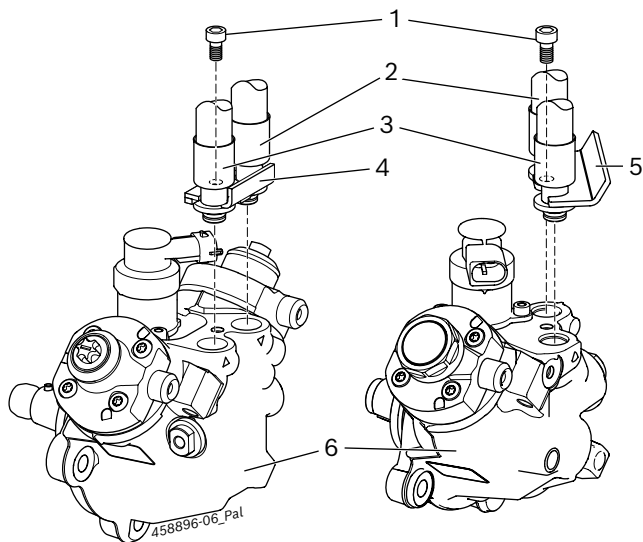

Fig. 4: Testkobling CP4 med holdevinkel
! For testoljetilkobling av CP4 må en bruke de pumpespesifikke slangeledningene 1 680 712 351 eller 1 680 712 352. Med pumpespesifikk holdevinkel 1 681 038 392 (fig. 4, pos. 4) eller holdevinkel 1 681 038 430 (fig. 4, pos. 5) og den innvendige sekskantskruen M6 x 12 (fig. 4, pos. 1) festes slangeledningen på CP4. Slangeledningene, holdevinkelen og den innvendige sekskantskruen er inkludert i leveringsomfanget til delesett 1 687 016 125.
1. Koble til slangeledningen for testoljetilførsel (fig. 4, pos. 2) på tilførselsslangen til CP4.
2. Koble til slangeledningen for testoljeretur (fig. 4, pos. 3) på returkoblingen til CP4.
3. Begge slangeledningene festes med holdevinkel 1 681 038 392 (fig. 4, pos. 4) eller holdevinkel 1 681 038 430 (fig. 4, pos. 5) og den innvendige sekskantskruen M6 x 20 (fig. 4, pos. 1) på CP4.1